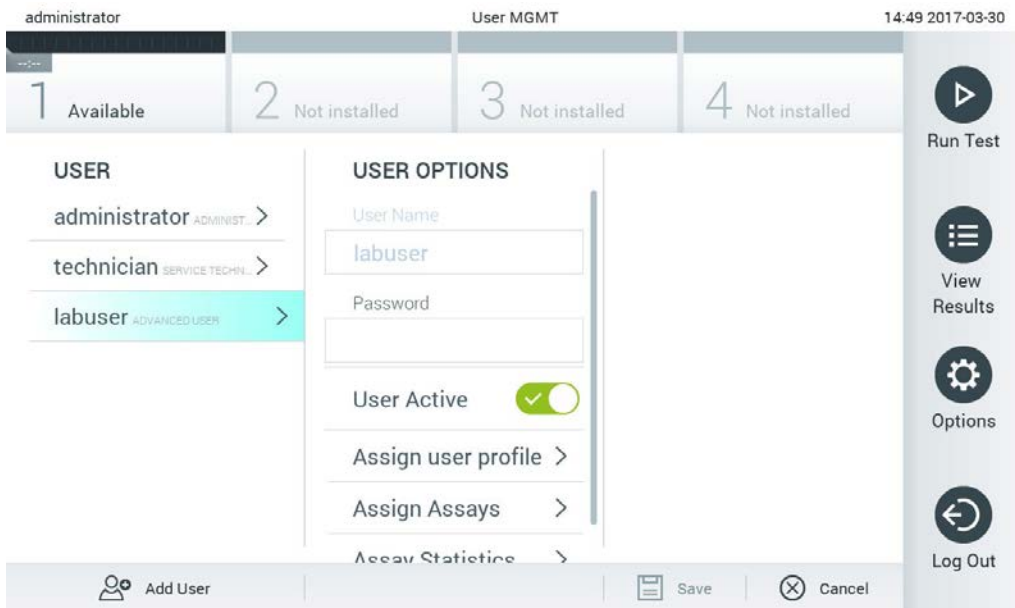

Рис. 59. Выбор пользователей и управление ими.
2. Выберите запись пользователя, к которой требуется применить функцию управления, в списке в левом столбце области содержимого (рис. 59).